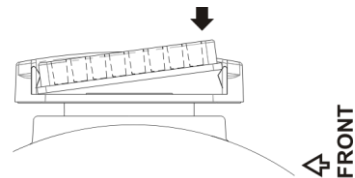

Fig.1 Installation de la plate-forme ou de la plaque
Installez la plate-forme ou la plaque en l'insérant dans le support universel de plate-forme/plaque (Fig. 1).
- 4.2. Placez la plaque ou la plate-forme optionnelle sur le support universel de plate-forme/plaque et poussez-la fermement à l'intérieur (Fig.1). Insérez les tubes dans les emplacements de la plate-forme optionnelle.